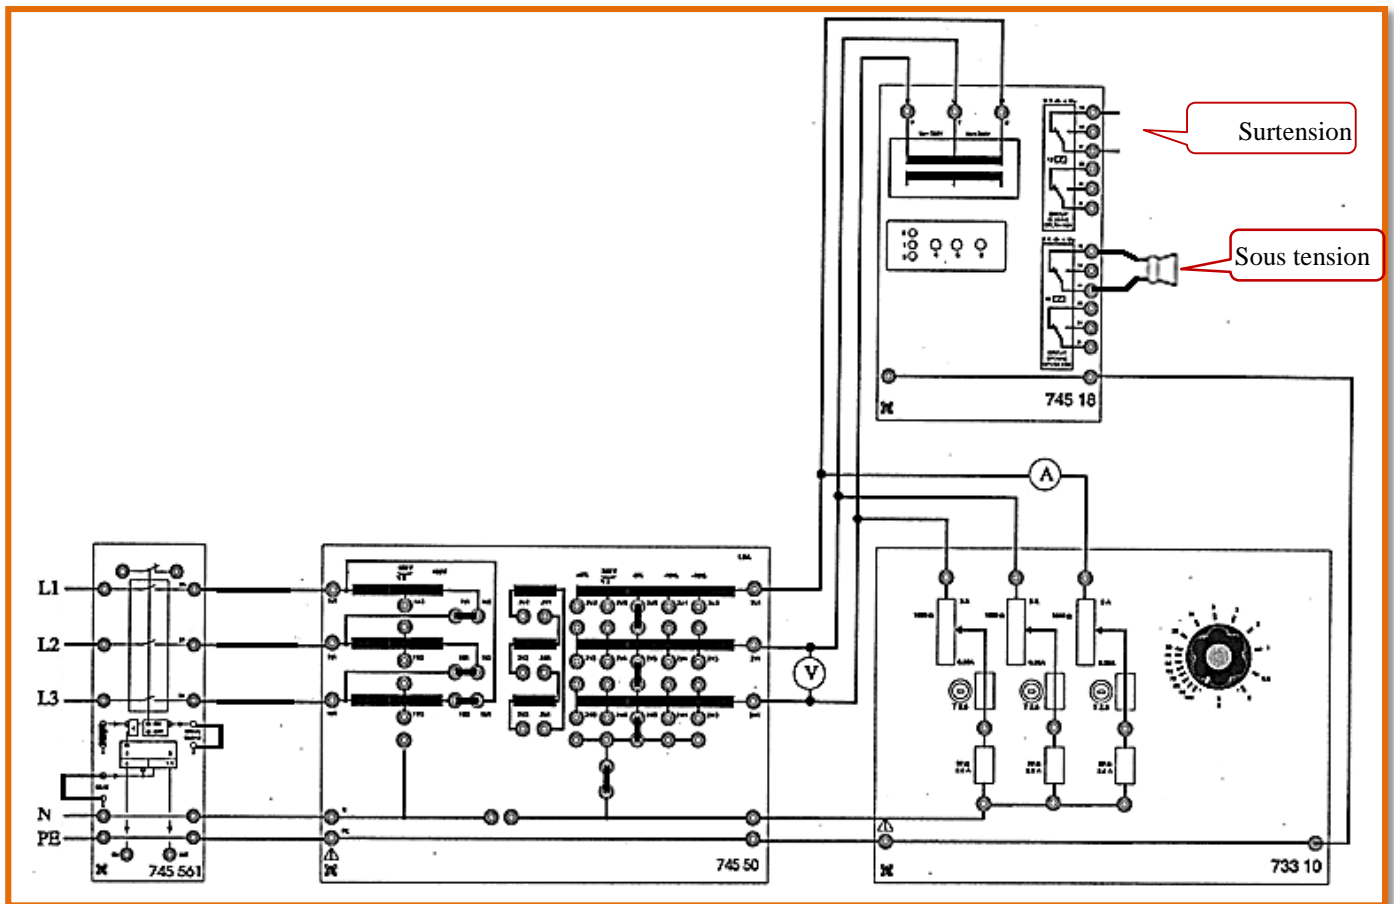

Figure 5.2. Réponse d'un Relais de tension
- ☞ Réaliser le montage de la figure 5.2.
- ☞ Utiliser le même montage de la **figure 5.2**, en plaçant l'indicateur acoustique sur les bornes **31 et 34**.